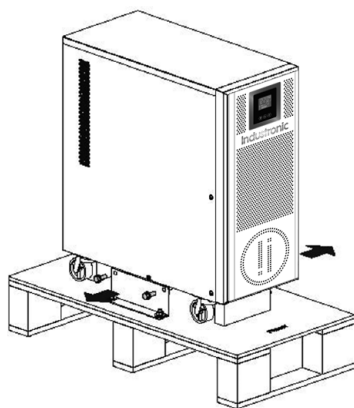

Figura 4-2 Retire los tornillos hexagonales
Paso 6 Si el UPS está bien, retire los cuatro tornillos hexagonales M8 x 20 (dos en el lado izquierdo y dos en el lado derecho) que sujetan las placas de soporte al marco de anclaje, como se muestra en la figura 4-2.